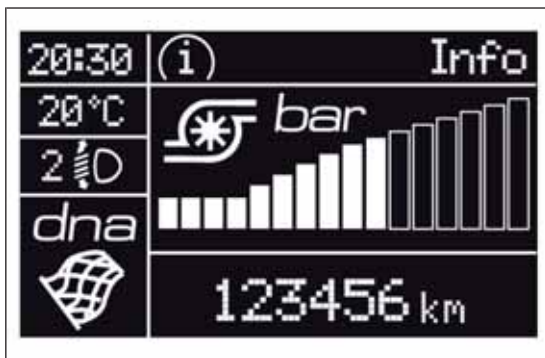

РИС. 75
- Режим Dynamic (динамический)** РИС. 75 (изображение на дисплее для моделей/рынков, где предусмотрено)